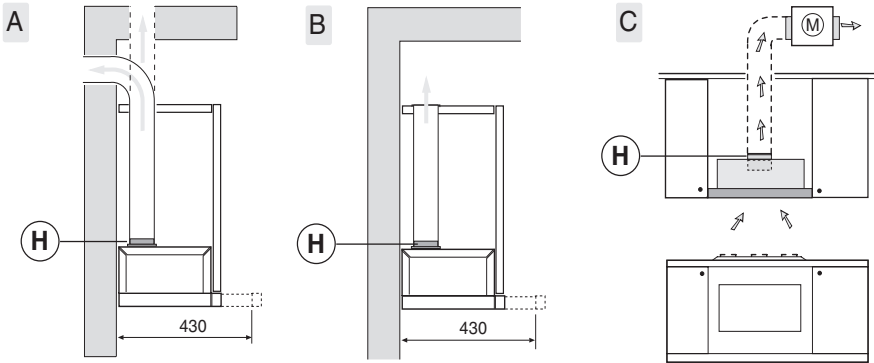
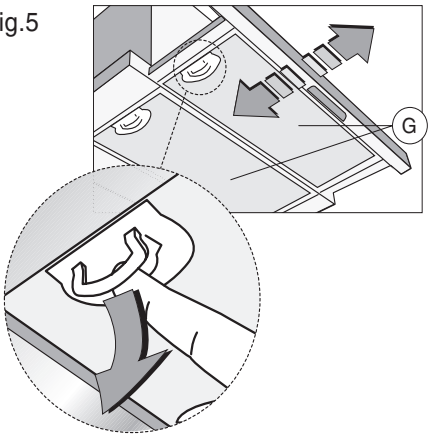

Fig.5
Fig.6
- La distanza minima fra la superficie di supporto dei recipienti di cottura sul dispositivo di cottura e la parte più bassa della cappa da cucina deve essere di almeno 65 cm. Se dovesse essere usato un tubo di connessione composto di due o più parti, la parte superiore deve essere all'esterno di quella inferiore. Non collegare lo scarico della cappa ad un condotto in cui circoli aria calda o utilizzato per evacuare fumi degli apparecchi alimentati da un'energia diversa da quella elettrica. Prima di procedere alle operazioni di montaggio, per una più facile manovrabilità dell'apparecchio disinserire il filtro/i antigrasso (Fig.5).
Per trasformare la cappa da versione aspirante a versione filtrante, richiedere al vostro rivenditore i filtri a carbone attivo. I filtri devono essere applicati al gruppo aspirante posto all'interno della cappa centrandoli ad esso e ruotandoli di 90 gradi fino allo scatto d'arresto (Fig.6). Per effettuare questa operazione rimuovere i pannelli **G** (Fig.5). L'aria viene rimessa nell'ambiente attraverso un tubo di evacuazione aria passante attraverso il mobile e collegato alla flangia **H** (Fig.3B).